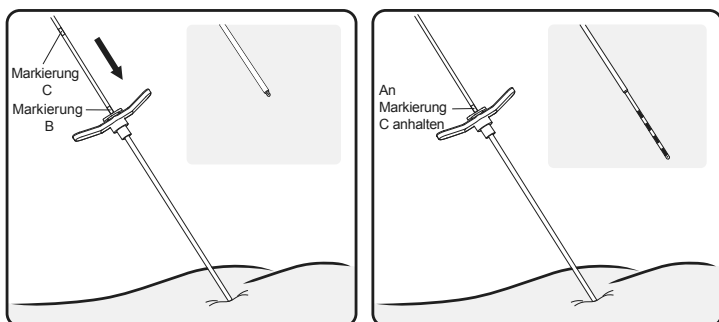

Abbildung 14. Elektrode in die Einführhülse schieben, um die Elektroden freizulegen.
9. Die Elektrode weiter durch die Einführhülse vorschieben, bis die visuelle Markierung C mit dem Einführhülsegriff ausgerichtet ist, während die Einführhülse festgehalten wird. Fluoroskopisch bestätigen, dass die Spitze der Hülse proximal zu den Elektroden liegt (**Abbildung 14**).